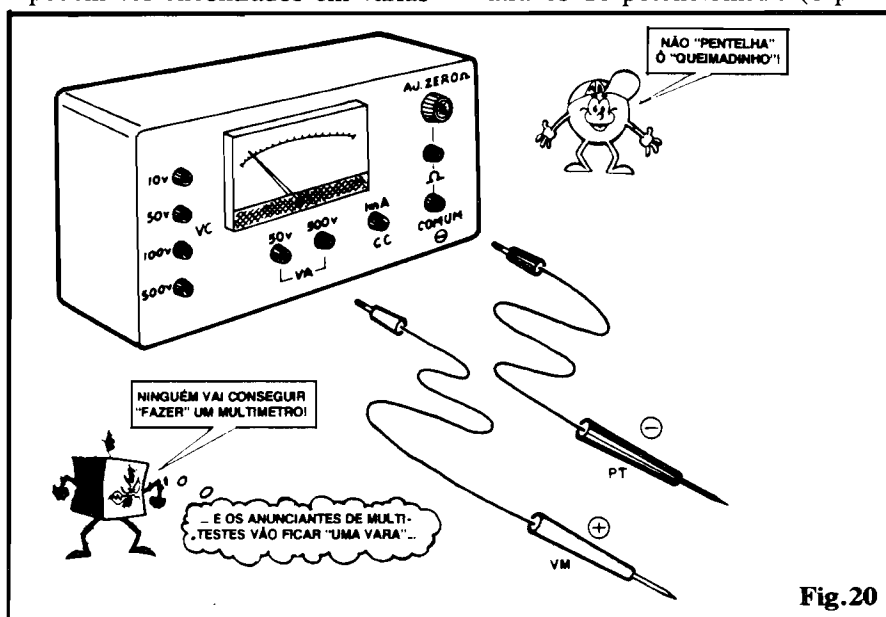

Fig. 20
- FIG. 20 - A sugestão para o “encaixamento” do nosso MULTÍMETRO (incluindo a configuração do painel e dos cabos/pontas de prova). Algumas “dicas”: usar um borne (jaque) **preto** para a entrada “COMUM” e outras cores para as demais entradas (exemplo: **vermelho** para as 4 faixas de VC, **verde** para as duas de VA, **azul** para a de CC e **branco** para a de Resistência). Recomenda-se o uso de jaques “banana” nessas entradas, pois além de práticos, podem ser encontrados em várias